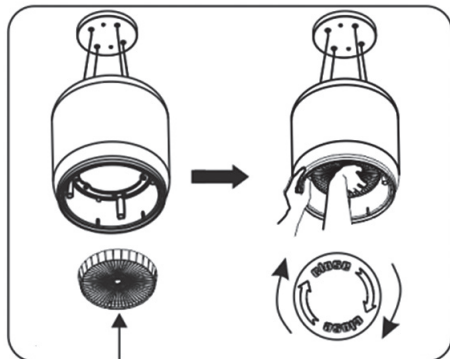

Рис. 7
- Совместите три отверстия на новом угольном фильтре с точками крепления на пластиковом основании корпуса вытяжки и наденьте на них угольный фильтр (рис. 7).